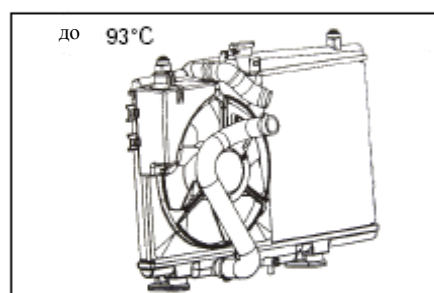

Рис. 65
(2) Проверьте работу вентилятора при высокой температуре (выше 93 °С) (см. Рис. 65)